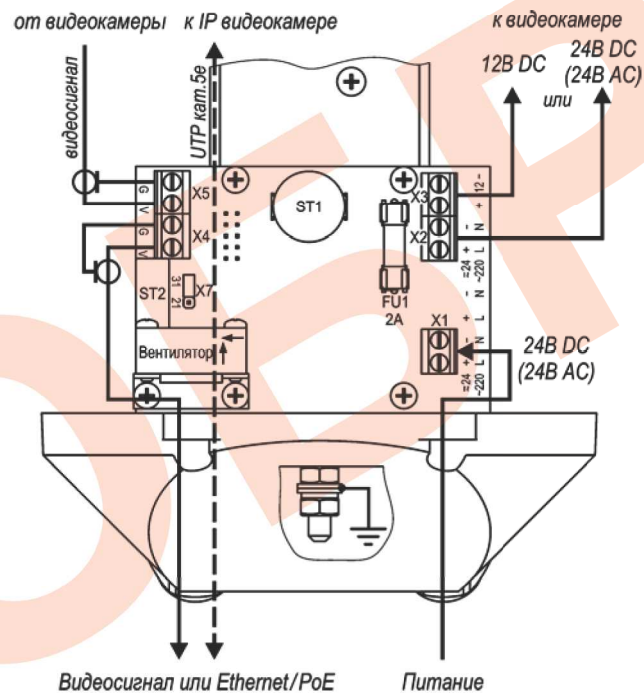

Рис.2 Подключение ТГБ-7С-24/12(24); ~24/12(~24)
4. Подсоединить видеокамеру к контактам платы коммутации в соответствии со схемой подключения (рис.2, 3 или 4).
5. Ввести через гермовводы внешние кабели (кабель видео или интерфейсный кабель и кабель питания) и подключить их к плате коммутации (рис.2 или 3).